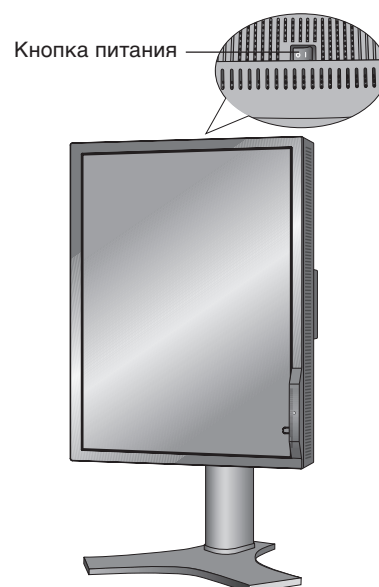

Рисунок E.1
10. Включите монитор с помощью расположенной наверху (вертикальное положение) или слева (горизонтальное положение) кнопки питания (Рисунок E.1). Включите компьютер.